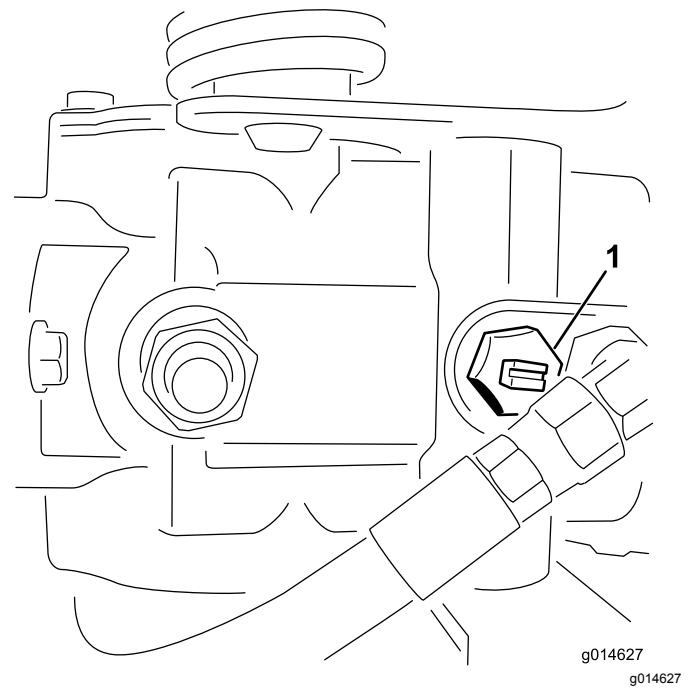

Bild 40
1. Ermitteln Sie das Sicherheitsventil an der Pumpe und drehen es so, dass der Schlitz vertikal ist (Bild 40).
2. Schließen Sie vor dem Starten des Motors das Sicherheitsventil. Drehen Sie den Schlitz des Ventils in die horizontale Stellung (Bild 40). Starten Sie den Motor nie, wenn das Ventil noch offen steht.